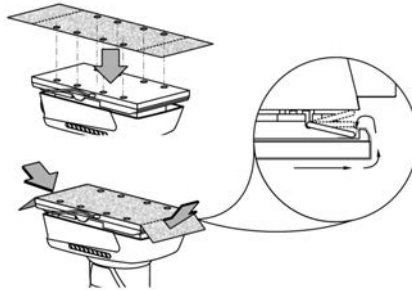

Fig. 3 – Fijación de la lija en la base
Escoja la hoja de lija con el grano deseado, doble las extremidades de la lija y colóquela sobre la base (5). Las extremidades de la lija necesitan ser colocadas bajo los prendedores de la lija (6), fig. 3.